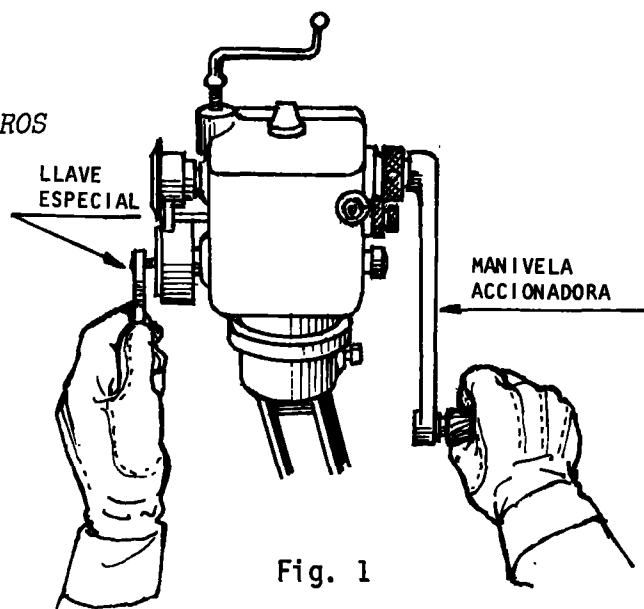

Fig. 1
- b Sujete la manivela accionadora y con la llave especial que trae la máquina ajuste los rodillos a sus soportes (fig. 1).